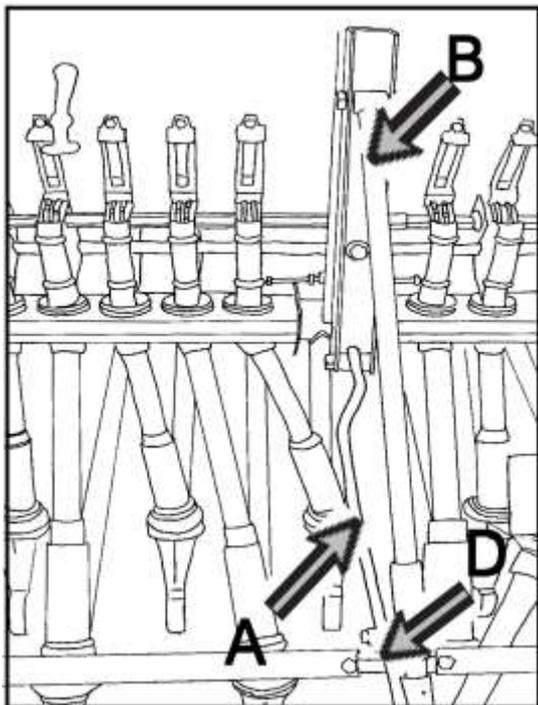

Abb. 8.
Die unteren Arme der Nachegge (A) befinden sich in der unteren Bohrung des U-Profils (siehe Abb. 8 - 9) und die Tiefenbegrenzungsrohre der Nachegge (B) sind in der zweiten Bohrung von oben angebracht. Der Balken der Grassaatgutleitungen muss an die Arme der Nachegge über Winkelverbindungsstücke (C) angebaut werden. Bei Maschinen mit der Arbeitsbreite 4,0 m sind die Leitungsbalken im zentralen Teil mittels eines Verbindungsstücks (D) verbunden. Siehe Abb. 8 und 9.